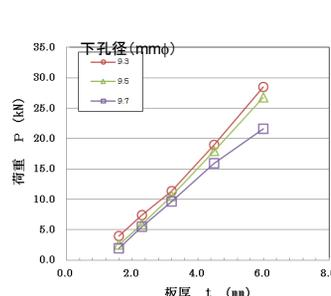

図3 引張強度：板厚と最大荷重
- 引張強度：板厚が厚くなるにつれて最大荷重は大きく増大し、下孔径が小さくなるにつれて最大荷重が増加（図3）